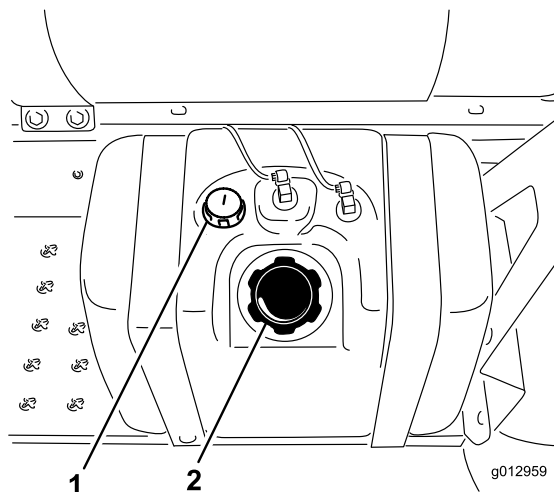

Figura 17
3. Limpe a zona em torno do tampão do depósito de combustível (Figura 17).